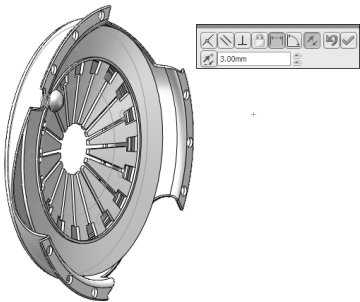

图 5-34 添加铆钉与离合器盖内面的距离配合关系
STEP 11 添加铆钉杆面与离合器盖内表面的距离为 3mm，如图 5-34 所示（由于铆钉没有螺母，所以此处只能添加此种配合关系，实际分析时，可根据需要设置配合距离）。